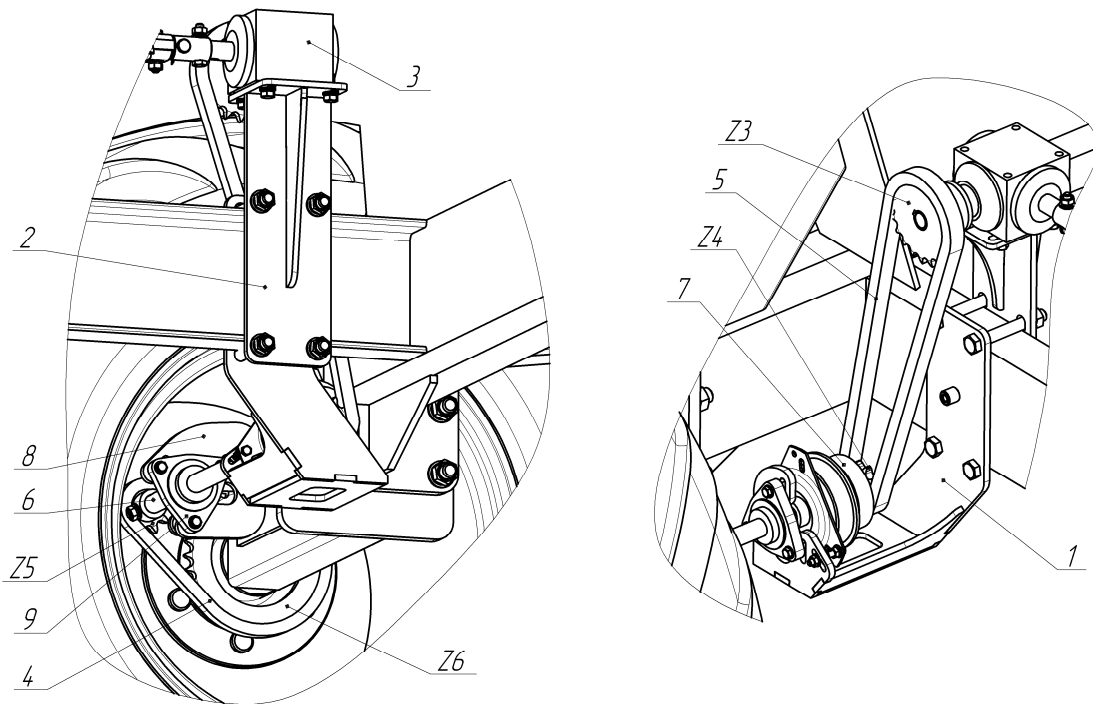

Рис.10 Монтаж привода
4.11. На правый брус рамы бункера установить кронштейн поз.1 рис.10 для крепления ведущего вала с электромагнитной муфтой и кронштейн для крепления углового редуктора поз.2.
4.12. На штатный кронштейн поз.8 рис.10 и кронштейн поз.1 установить приводной вал поз.6, с предварительно установленной звездочкой Z5, и электромагнитной муфтой поз.7, и закрепить подшипниковые опоры поз.9. Совместив контуры звездочек Z6 и Z5 установить приводную цепь поз.4. На верхнюю плиту кронштейна поз.2 закрепить, ранее демонтируемый, угловой редуктор поз.3, а на вал углового редуктора установить звездочку Z3 и соединить её цепью поз.5 со звездочкой Z4.